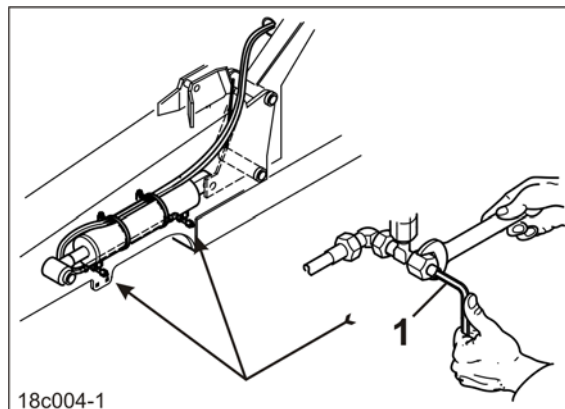

Рис. 138
С помощью торцового шестигранного ключа (Рис. 138/1) измените подачу масла к гидравлическому цилиндру на дросселе. Агрегат оснащен 4 дросселями.
2. Выполните регулировку [см. таблицу (Рис. 138)].